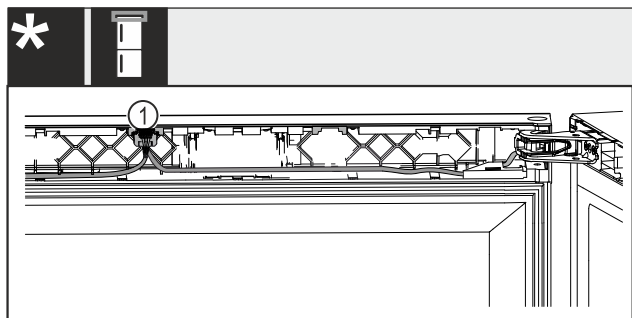

Fig. 50 Wein-Gefrier-Kombinationen\*
- Stecker Fig. 50 (1) in die Führung einrasten.\*